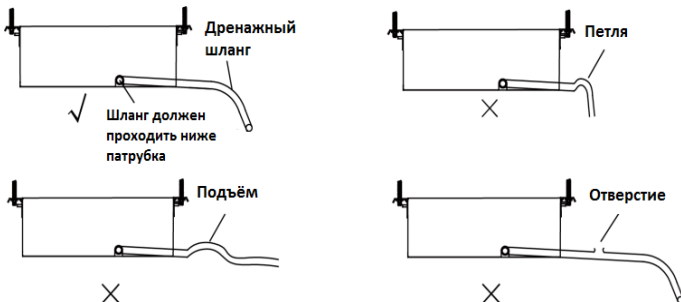

Рис. 4.20
- (1) Дренажный шланг устанавливается с уклоном (1/50 - 1/100), без подъемов и петель (рис. 4.20), для исключения появления гидрозатворов.
- (2) Убедиться, что на дренажном шланге нет трещин и протечек; они могут привести к образованию воздушного кармана (рис. 4.20).